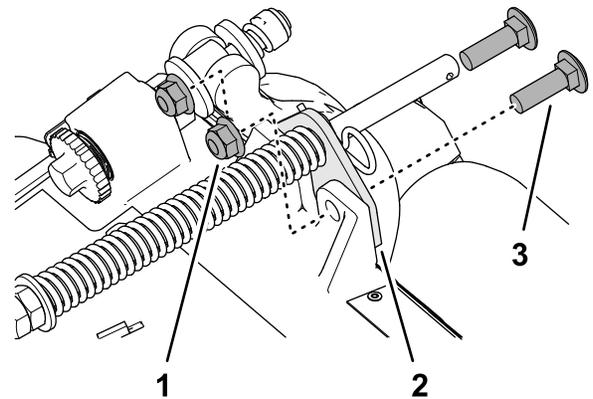

Figure 13
2. Retirez les 2 contre-écrous à embase (3/8 po) et 2 boulons de carrosserie (3/8 x 1/4 po) qui fixent le support du compensateur au cadre de l'unité de coupe (Figure 13).